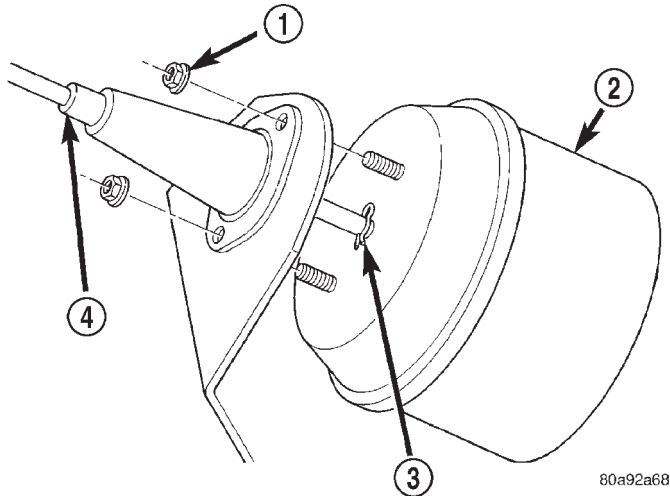

Abb. 2 Sicherungsclip des Tempomat-Seilzugs aus- und einbauen—Typisch
(11) Soll das Tempomat-Servolement von der Halterung abgebaut werden, die beiden Muttern lösen, mit denen das Anschlußstück des Tempomat-Seilzugs an der Halterung befestigt ist (Abb. 2).
(12) Anschlußstück des Tempomat-Servolements und Tempomat-Servolement von der Halterung abziehen, so daß der Sicherungsclip freiliegt (Abb. 2), und den Sicherungsclip abbauen. Hinweis: Die in (Abb. 2) gezeigte Halterung ist eine typische Halterung. Je nach Modelljahr des betreffenden Fahrzeugs kann ihre Bauart variieren.
(2) Die Öffnung im Anschlußstück des Tempomat-Seilzugs mit der Öffnung im Stift des Tempomat-Servolements fluchten. Tempomat-Seilzug mit dem Sicherungsclip am Tempomat-Servolement befestigen.
(3) Stehbolzen des Tempomat-Servolements durch die Öffnungen in der Halterung stecken.
(4) Befestigungsmuttern des Tempomat-Seilzugs aufdrehen (Abb. 2) und mit einem Anzugmoment von 8,5 N·m (75 in. lbs.) festziehen. Wurde das Tempomat-Servolement zuvor zusammen mit der Halterung als gemeinsame Baueinheit ausgebaut, die Befestigungsmuttern aufdrehen (Abb. 1) und mit einem Anzugmoment von 28 ± 6 N·m (250 ± 50 in. lbs.) festziehen.
(5) Unterdruckleitung am Tempomat-Servolement anbauen.
(6) Steckverbinder am Tempomat-Servolement anschließen.
(7) Tempomat-Seilzug wie in diesem Kapitel beschrieben am Drosselklappengehäuse anbauen.
(8) Batterieträger und Temperaturfühler/Spannungsregelung einbauen.
(9) Verdrahtung am Batterieträger anschließen.
(10) Batterie am Batterieträger anbauen.
(11) Batterie-Pluskabel (+) an der PDC anschließen.
(12) batterie-Pluskabel (+) an der Batterie anschließen.
(13) batterie-Minuskabel (-) an der Batterie anschließen.
(14) Vor dem Anlassen des Motors überprüfen, ob das Gaspedal freigängig ist.